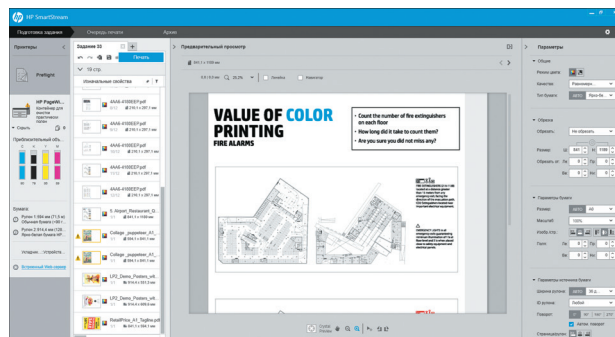

Рис. 5
4. Проверяем задание. SmartStream отмечает файлы с возможными ошибками (рис. 5).